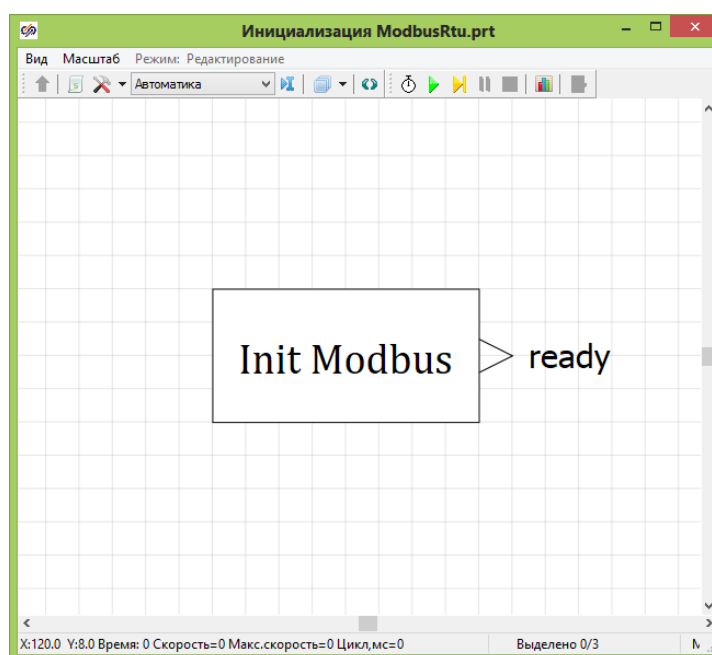
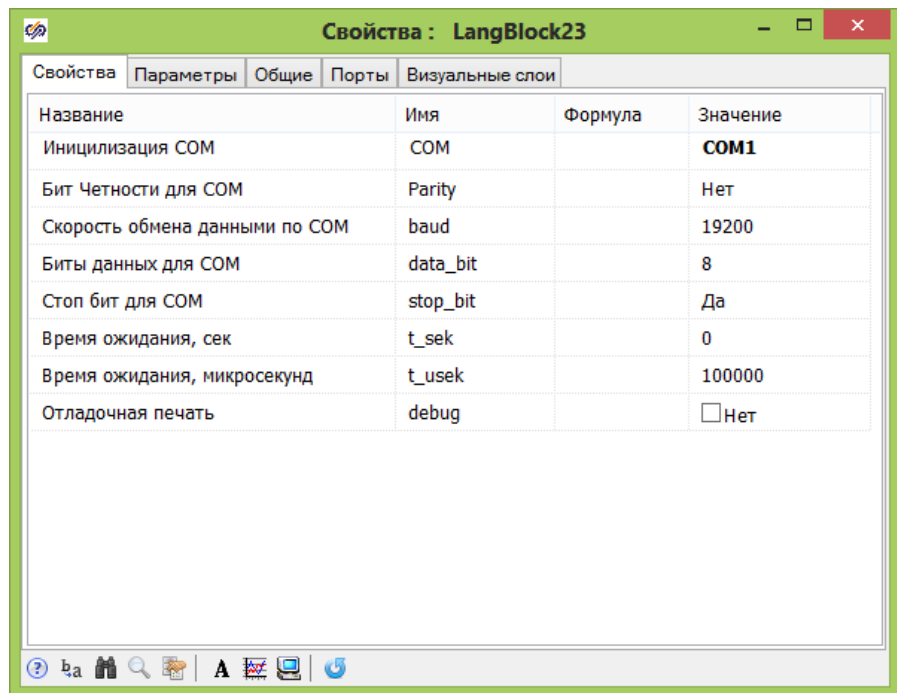
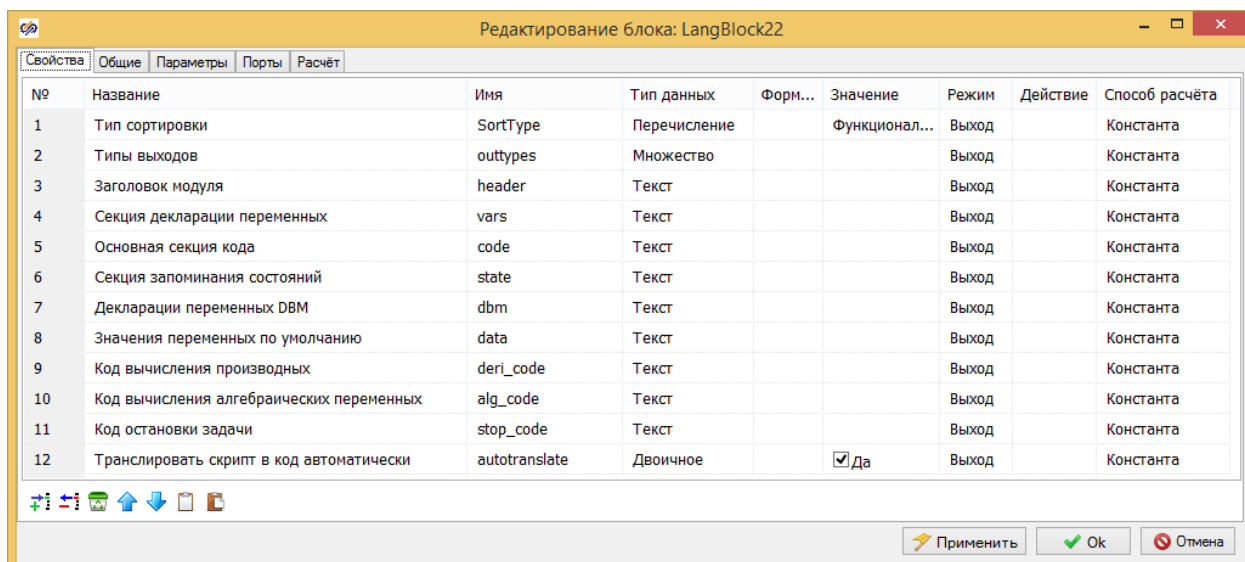

Рисунок 7
Рисунок 8
Рисунок 9
Рассмотрим блок инициализации обмена данными по протоколу **“Modbus RTU”** см. Рис.7
Откроем окно свойств блока см. Рис.7 и посмотрим, как можно в коде шаблона использовать свойства блока для настройки его работы. Имена свойств блока можно использовать в алгоритме блока, реализованном на встроенном языке программирования в качестве переменных и для генерации СИ-кода, причем нет необходимости описывать их тип внутри блока, он выбирается при создании свойств. Для активизации окна свойств необходимо навести курсор мыши на блок и правой кнопкой мыши из выпадающего меню выбрать опцию **“Свойства объекта”** см. Рис. 8
- 1) Правой выделить блок мышкой и нажать на правую кнопку, в выпадающем окне активизировать опцию **“Изменить блок...”** см. Рис. 9.
На Рис. 9 в окне свойств перечислен список из 12 свойств (они изначально существуют и необходимы для нормальной работы блока, удалять их нельзя!) к этому списку мы можем добавить свойства необходимые для настройки алгоритма работы блока и генерации Си-кода. Будет удобно для настройки свойств блока пользователем сделать 12 свойств блока невидимыми, а видимыми оставить только созданные свойства см. Рис. 8. Для этого необходимо выделить эти свойства см. Рис 10.